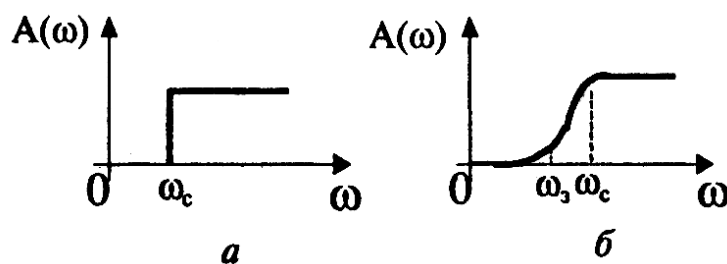

Рис. 2. Амплитудно-частотные характеристики фильтров верхних частот
**Фильтры верхних частот.** Фильтр верхних частот пропускает сигналы верхних и задерживает сигналы нижних частот. На рис. 2,а приведена идеальная (нереализуемая) амплитудно-частотная характеристика фильтра нижних частот, а на рис. 2,б – одна из типичных реальных. Через  $\omega_c$  и  $\omega_з$  обозначены частоты среза и задерживания.
На схеме рис. 2.  $R_1$  - полное входное сопротивление;  $R_2$  - полное выходное сопротивление, а частоты низкочастотного и высокочастотного срезов определяются по формулам: